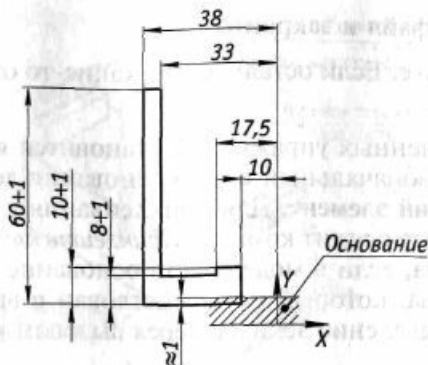

Рис. 7.2. Приклеивание эскиза для создания элемента вращения
- вставить эскиз из буфера на соответствующее ему место (рис. 7.2), а для того чтобы эскиз без сомнения пересекал основание детали, продлить внешнюю образующую цилиндра вглубь основания (на рис. 7.2 ≈ 1 мм).